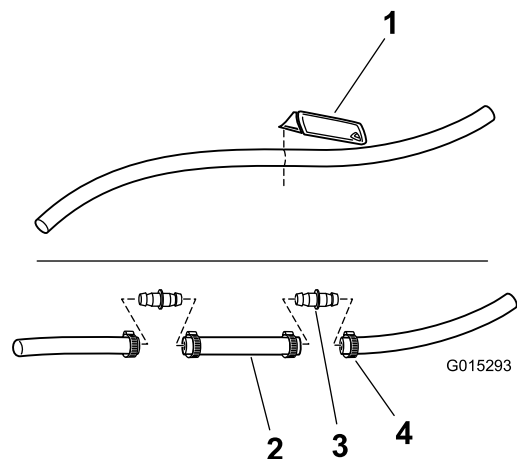

Figura 10
- B. Tagliate il flessibile di alimentazione della barra a 24 pollici dall'estremità del raccordo (Figura 10).
C. Montate il giunto del flessibile utilizzando 2 raccordi diritti e 4 fascette stringitubo (Figura 10).